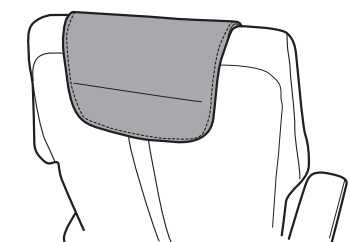

Fig.31
9. Placez l'oreiller nuchal à la hauteur souhaitée; un aimant le maintient en place (Fig.31).